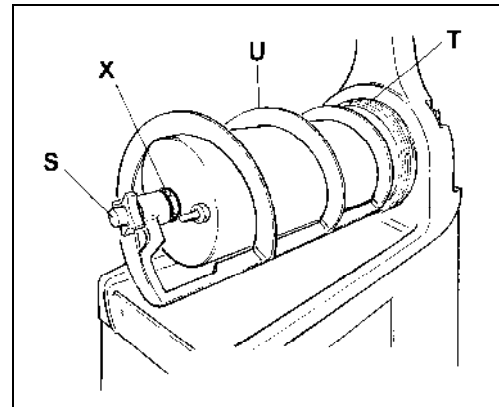

Fig. 18
- Dévisser le bouton de fixation S dans le sens horaire (filetage gauche) et sortir le groupe malaxeur U et les joints d'étanchéité X et T (voir Fig.18).
- Remonter le groupe malaxeur (fig.18) en respectant les opérations suivantes: